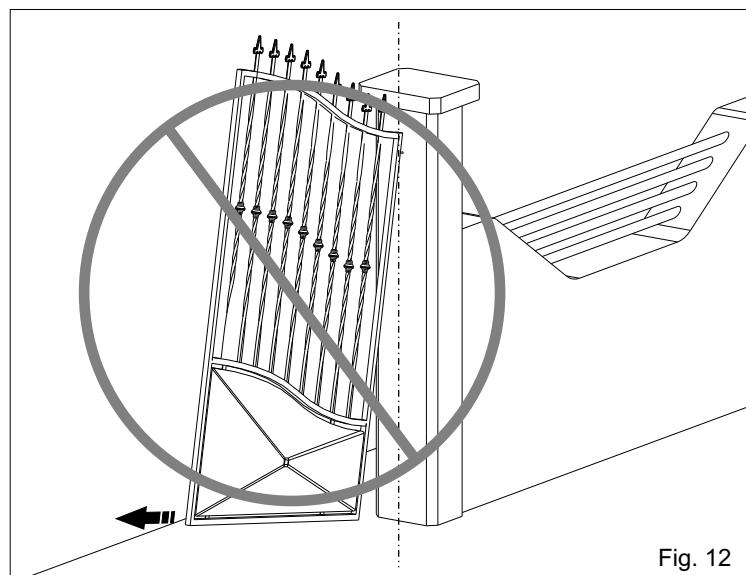

Fig. 12
3.8. Faire beaucoup d'attention de ne pas positionner le vantail au dehors des axes (Fig. 12 et 13), mais faire de manière que l'arbre coïncide avec l'axe de rotation de la charnière en tenant compte que la distance minimum de la colonne est de 60 mm (Fig. 14).